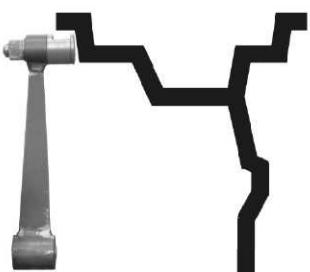

Рис. 16.2
15.3.5. Выдвиньте штангу установки геометрических параметров и подведите её палец к внутренней поверхности закраины обода в место установки грузов, рис. 16.2. и нажмите кнопку "С". На индикаторах 4 отобразится величина параметра "d21".